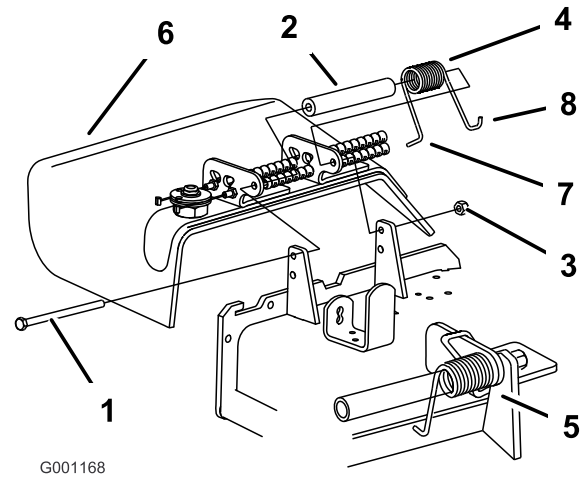

Figura 2
Nota: Asegúrese de colocar el extremo del muelle detrás del reborde de la plataforma antes de instalar el perno, según se muestra en Figura 2.
2. Instale el perno y la tuerca en el taladro inferior. Coloque el extremo del muelle alrededor del deflector de hierba (Figura 2).